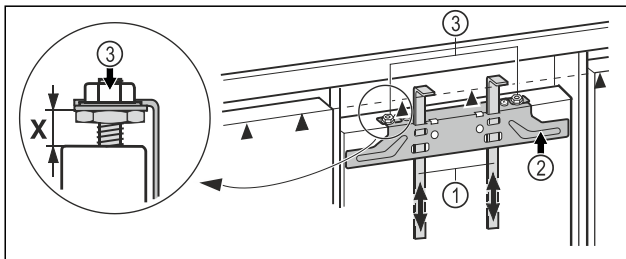

Fig. 18
- ▶ Työnnä asennusavut Fig. 18 (1) kalusteoven korkeuteen. Asennusavun alempi vastareuna ▲ = asennettavan kalusteoven yläreuna.
- ▶ Ruuvaa kiinnityspalkki Fig. 18 (2) irti vastamutterien Fig. 18 (3) avulla.